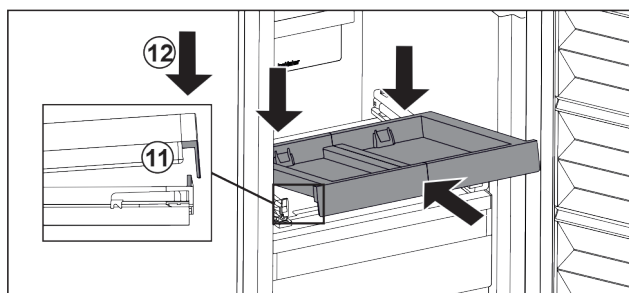

Fig. 84
- ▶ Šikmo zasuňte. Dbejte, aby byl na obou stranách doraz za západkou. Fig. 84 (11)
- ▶ Usad'te vpředu vysouvací přihrádku. Fig. 84 (12)